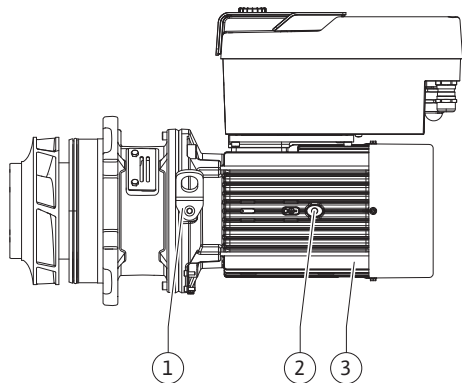

Fig. 108: Indstikssæt
13. Før indstikssættet (se Fig. 108) ind i pumpehuset i den gamle eller en anden ønsket vinklet position. Overhold her komponenternes tilladte installationspositioner (se kapitlet "Tilladte installationspositioner og ændring af komponentplaceringen før installationen" [► 24]).
14. Det anbefales at anvende monteringsboltene (se kapitlet "Tilbehør" [► 20]). Når lanterneføringen mærkbart har fat (ca. 15 mm før den endelige position), er der ikke længere fare for, at det kan tippe eller komme til at sidde skævt. Når indstikssættet er sikret med mindst en skrue (Fig. I/III, pos. 10 eller Fig. III/IV, pos. 29), kan fastgørelsesudstyret fjernes fra transportringene.
15. Skru skruerne (Fig. I/III, pos. 10 eller Fig. III/IV, pos. 29) i, men spænd dem ikke helt endnu. Når skruerne skrues i, trækkes indstikssættet ind i pumpehuset.